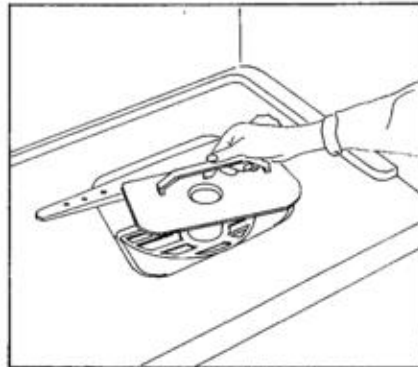

Fig. 16
- B) Ôter la grille mobile (fig. 16).